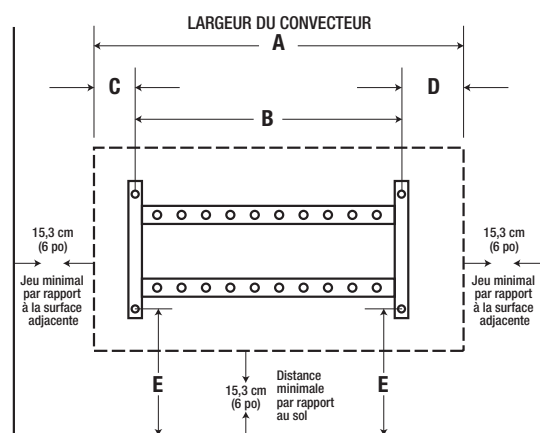

Fig. 1
L'emplacement déterminé devra fournir assez d'espace et de dégagement tel qu'illustré à la Fig. 1.
- Utilisez le support de montage comme guide en le maintenant contre le mur tel qu'illustré sur la Fig. 1.
- Suivre les dimensions spécifiées dans le Fig. 1 et placer le support de montage à l'emplacement souhaité.